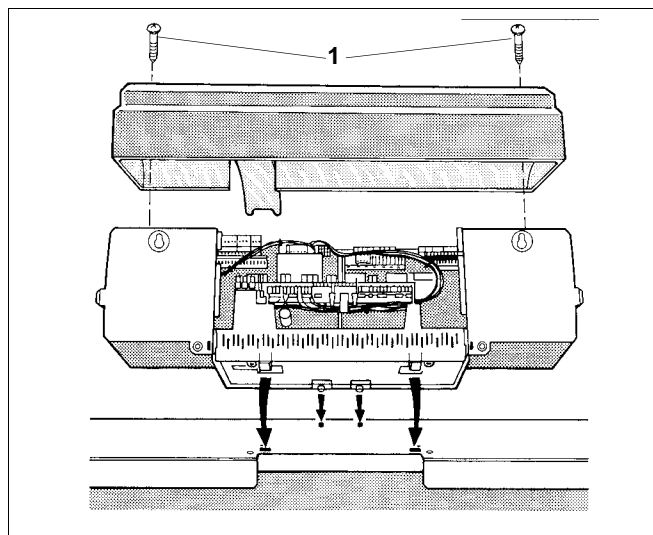
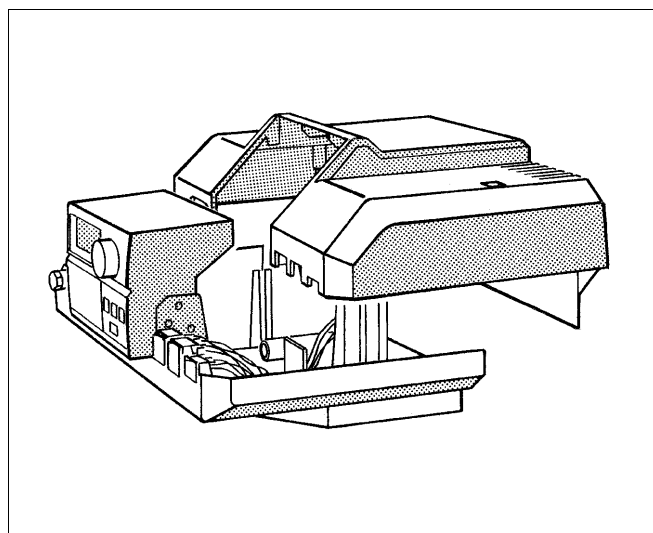

Рис. 13 Монтаж системы управления Logamatic 4000
Рис. 14 Монтаж системы управления Logamatic 20000
- Выверните оба винта (рис. 13, поз. 1) сверху из крышки клеммного щитка и снимите ее.
- Слегка наклонив систему управления вперед, установите ее так, чтобы передние крюки вошли в овальные отверстия. Сдвиньте систему управления вперед и отклоните назад до защелкивания обоих эластичных крюков справа и слева (стрелки на рис. 13).
- Установите крышку клеммного щитка и закрепите 2 винтами (рис. 13 и рис. 14).